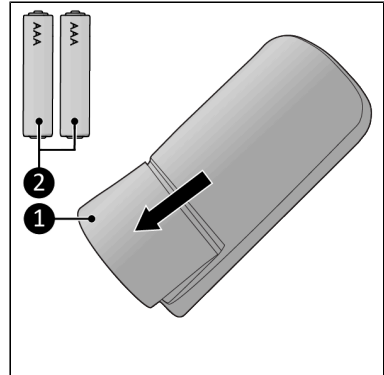

Abbildung 59.
1. Entfernen Sie die Batterieabdeckung (Abbildung 59, Pos. 1).
2. Legen Sie zwei Batterien (AAA 1,5 V) (Abbildung 59, Pos. 2) wie im Batteriefach angegeben ein. Stellen Sie sicher, dass die Batterien richtig eingelegt sind.